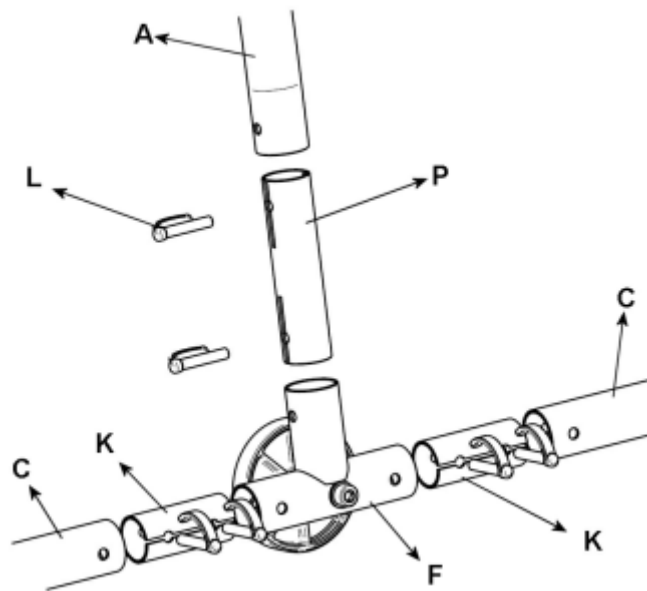

Abbildung 5 (nur verlängerte Version)
Bei der Bedachung Oval verlängert gibt es zusätzlich zwei T-Stücke mit Rad (F) und zwei Verbindungsstücke lang (P) ohne angespressten Gelenk (auf beiden Seiten angeschnitten). Aus diesen Teilen (P und F) werden mit Hilfe des Stiftes (L) weitere zwei Einheiten zusammengestellt (Abb. 5).